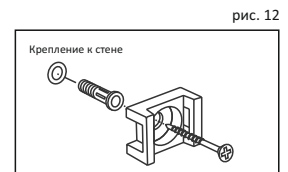

рис. 12
7. Зафиксировать заднюю стенку с помощью уголка крепления через саморез 3,5x16 к стойкам, крыше и дну шкафа. Соединение между задними стенками зафиксировать с помощью мебельной скрепки (№ 15) и самореза. Прикрутить в торцы изделия монтажные планки (№ 17) с помощью саморезов 4x30 (№ 10) рис. 12). Установить шкаф к стене, отметить расположение крепежа. Просверлить отверстие в стене, вбить дюбель (№ 13) (рис. 25). Закрепить монтажные планки к стене с помощью самореза, идущего в комплекте к дюбелю. Продеть через монтажные планки хомут и затянуть до упора (рис. 14).